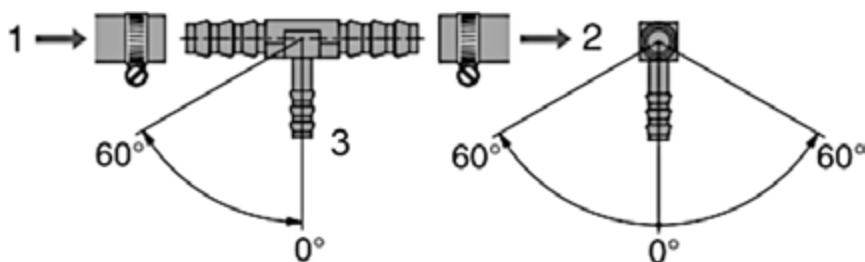

Fig. 36
- ☐ Kapa/dela fordonets bränslerör och installera T-stycket med de tjockare öppningarna mellan de två ändarna av röret, fig. 36 (1) (2).
- ☐ Anslut därefter värmarens bränslerör med hjälp av en gummihylsa till den tunna änden av T-röret, fig. 36 (3).